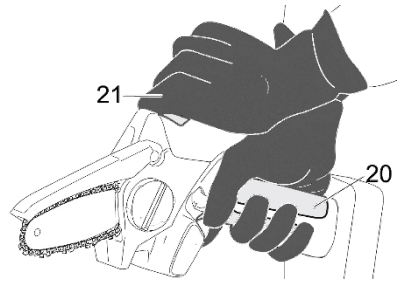

Рисунок 6
- тримати виріб однією рукою в зоні захвату (20, рисунок 6) основної рукоятки, щоб великий палець охоплював її, а іншою рукою у місці охоплення корпусу двигуна (21, рисунок 6);